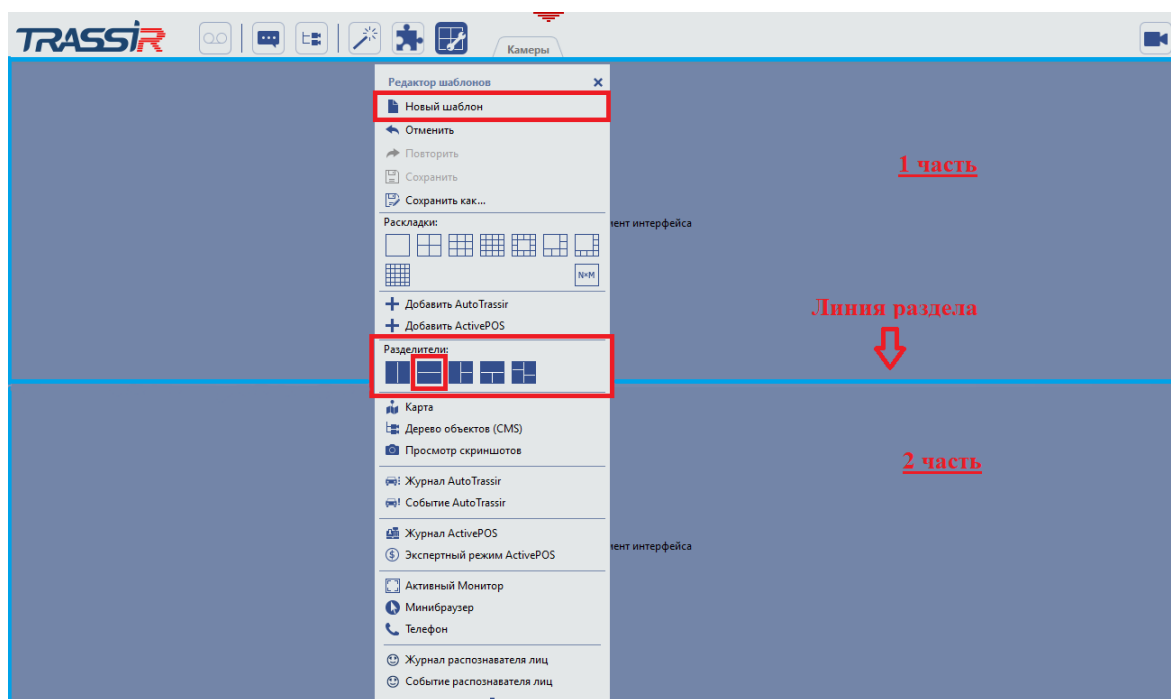

Рисунок 2.6 – К пояснению функции "Разделители"
a. в редакторе шаблонов выберем «Новый шаблон» и с помощью функции "Разделители" разобьем рабочую область по горизонтали на две части, в которых можно размещать необходимые окна. Для этого иконку с горизонтальным разделителем нужно «перетащить» с помощью мыши в рабочую область (рис. 2.6).